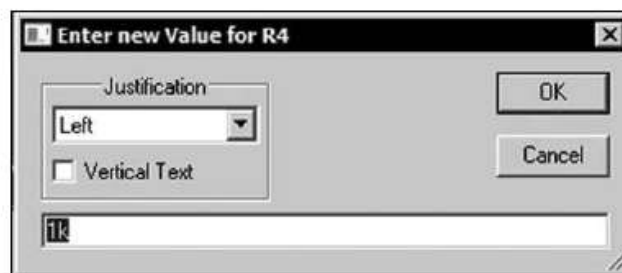

Figure 5.2
2. *Enter new Value for...* Pour ouvrir cette fenêtre, *cliquez droit sur la lettre R* (C ou L ou la valeur du composant si elle a été préalablement saisie), ce qui ouvre la fenêtre suivante, figure 5.2.